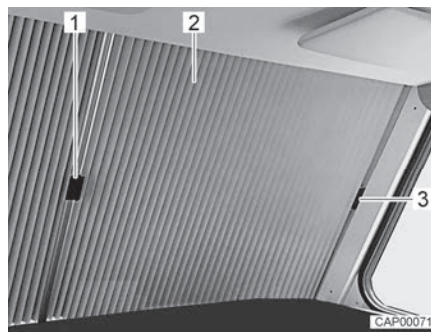

Bild 7 Faltdunklung für Frontscheibe (geschlossen)
- Beide Hälften der Faltdunklung (Bild 7,2) jeweils am Griff (Bild 7,1) nach außen unter die Abdeckung an der A-Säule schieben.
- Griff jeweils auf der Abdeckung (Bild 7,3) feststecken. Die Frontscheibenverdunklung ist damit gegen versehentliches Schließen während der Fahrt gesichert.